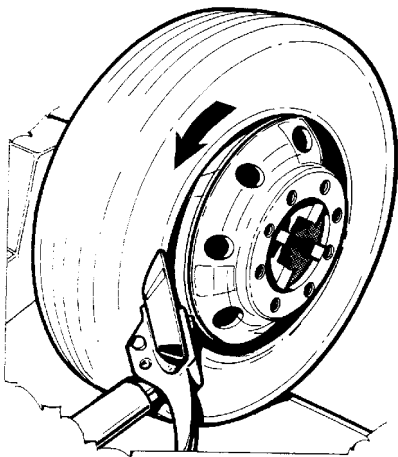
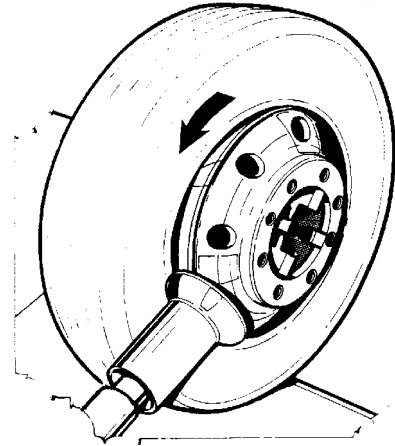

Abb.19
Abb.20
2. Die Abdrückscheibe oder die Schlauchlosreifenrolle (auf Anfrage) wie in Abb.19 und in Abb.20 gezeigt positionieren.